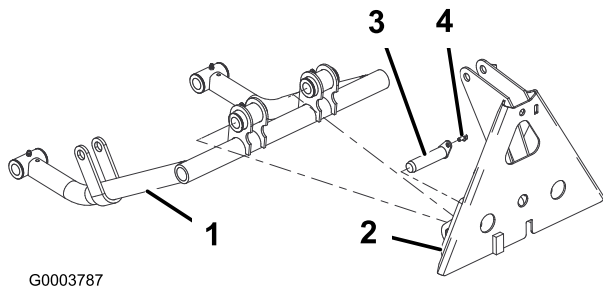

Figura 7
2. Fije el tubo del brazo de empuje a la placa adaptadora con 2 conjuntos de pasador. Fije los conjuntos de pasador a las placas adaptadoras con 2 tornillos autorroscantes. Coloque los componentes según se muestra en Figura 7.